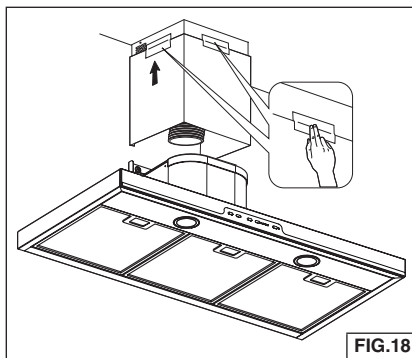

FIG.18
6. Asegure juntos temporalmente el tubo de humos superior e inferior con cinta para conductos, como se muestra. Fig. 18.